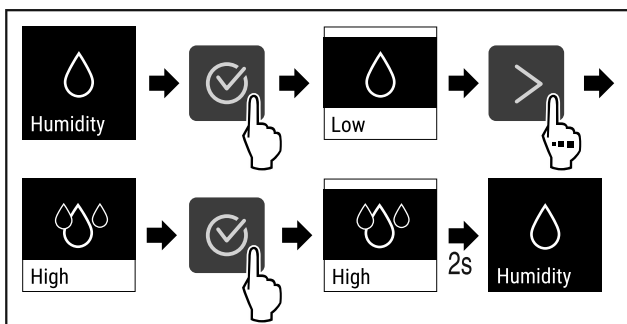

Fig. 94
- ▶ Proved'te akční kroky (viz Fig. 94).